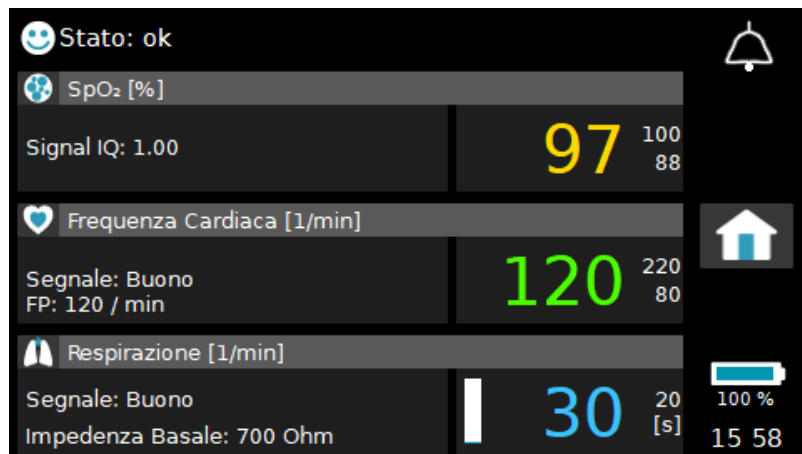

Fig. 77 Visualizza il contenuto di Vista 1 schermata con Visualizzare FP/FC impostato su Sì
Impostando l'impostazione **Visualizzare FP/FC** su **Sì**, la frequenza pulsazione (FP) viene visualizzata contemporaneamente alla frequenza cardiaca (FC) sia nella **Vista 1** che nella **Vista 2**. Nella **Vista 1**, il valore corrente di **FP** viene visualizzato sul lato sinistro dello schermo sotto l'indicatore della qualità del segnale nell'area di lavoro **Frequenza cardiaca/pulsazione**, come mostrato nella Fig. 77.